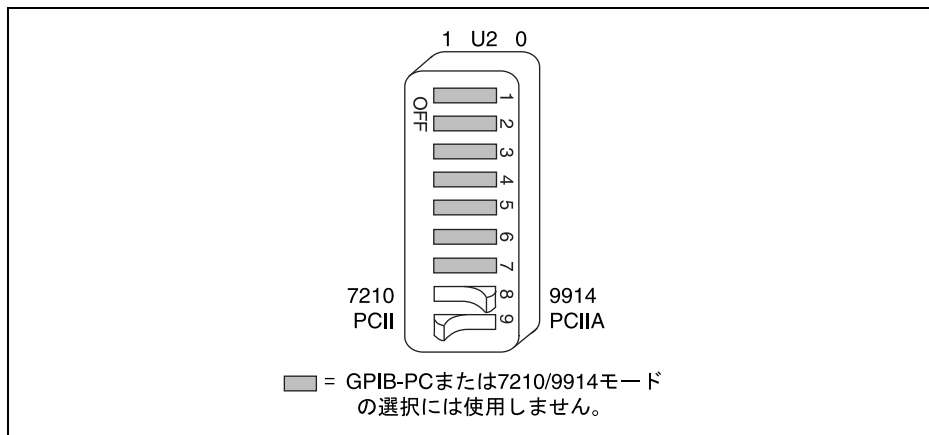

図 7 GPIB-PCIIA モードの設定
1. ブロック U2 のスイッチ 9 を確認します (GPIB-PCII/IIA のパーツ配置図を表示して参照するには、ここをクリックしてください)。図 7 のように、スイッチ 9 を PCIIA 側に倒します。